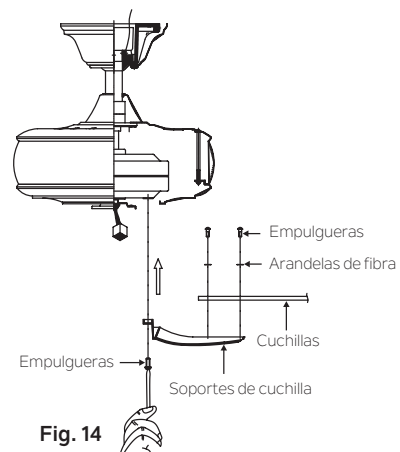

Fig. 14
Paso 1. Fije una cuchilla a un soporte de cuchilla con los tornillos y arandelas de fibra provistos. (Fig. 14)
Paso 2. Conecte cada conjunto de cuchillas al motor utilizando los tornillos de montaje “preinstalados” en el soporte de la cuchilla. (Fig. 14)